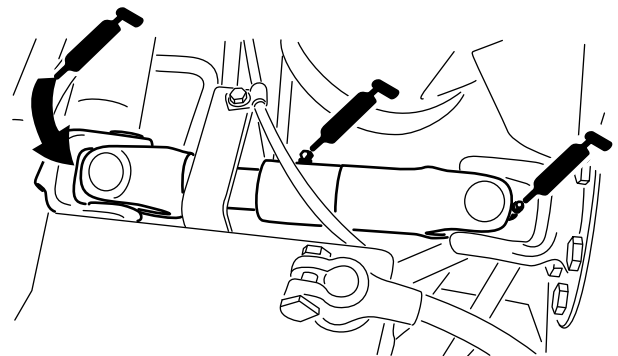

Figure 66
- Joint de cardan d'arbre d'entraînement de pompe (3) (Figure 66)